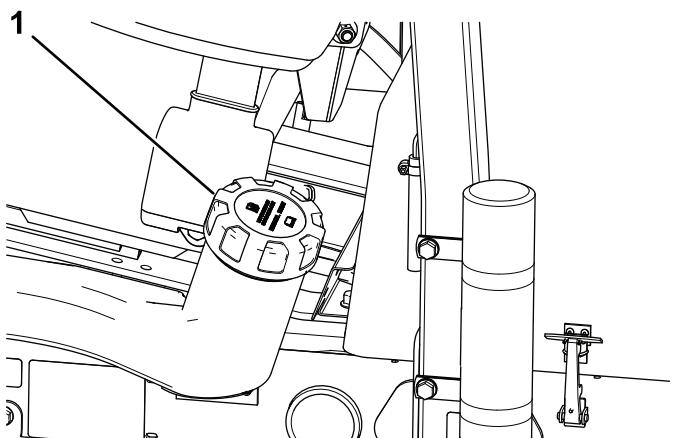

Figure 36
- Nettoyez la surface autour du bouchon du réservoir de carburant (Figure 36).